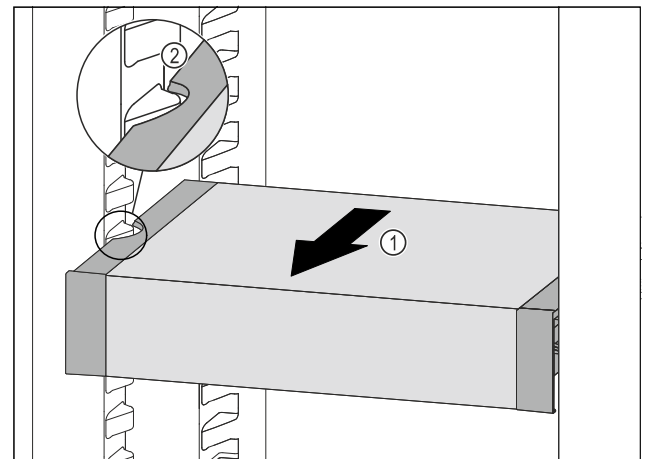

Fig. 68
- ▶ VarioSafe naar voren trekken Fig. 68 (1), tot de uitsparingen aan de zijkant van de VarioSafe zich ter hoogte van de rib in het koelgedeelte bevinden. Fig. 68 (2)